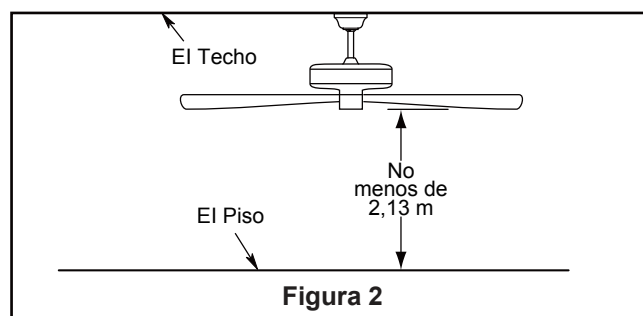

Figura 2
Uso de perfil profundo (Figura 2)
2. Retire el clip de horquilla y pasador de horquilla de la parte inferior de la bola para colgar. Retener el pasador y clip para la reinstalación en el paso 4. (Figura 2)
Debe colgar el ventilador a una distancia mínima de 2,13 m desde las aspas hasta el piso. (Figura 2)
Para evitar una posible descarga eléctrica, asegúrese de cortar la alimentación eléctrica de la caja de fusibles principal antes de alambrado el ventilador. (Figura 2)
2. Coloque y ajuste firmemente la cubierta para el tornillo de la base sobre los tornillos de reborde de la abrazadera para colgar mediante el mecanismo de seguro por giro del chavetero. (Figura 2)
- ☐ 2. Coloque la cubierta embellecida en la parte inferior de la placa de las palas. (Figura 2)
- ☐ 2. Restaure la fuente de alimentación de la toma de corriente enciendo la electricidad del fusible principal. (Figura 2)